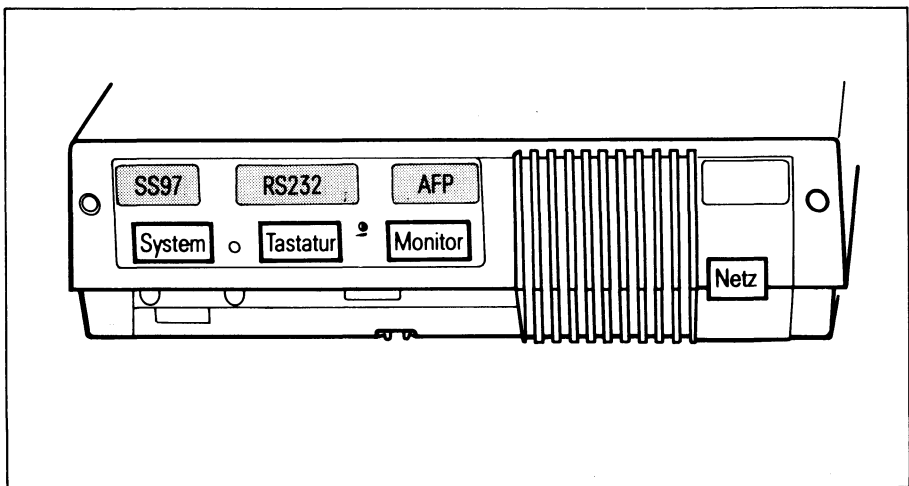

Bild 2-5 Anschlußleiste der Bedieneinheit
- Stecken Sie jetzt das Netzkabel erst am MB-Streamer (siehe Bild 2-5) und dann am Netz ein.